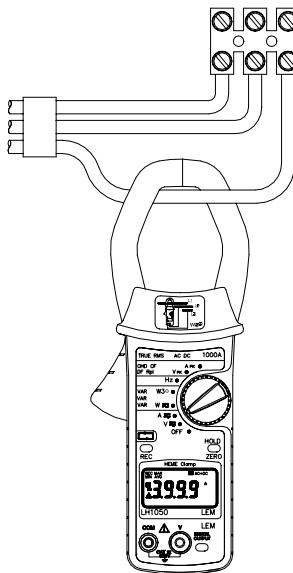

Fig. 2
- Pulsar el gatillo para abrir las mordazas e insertarlas alrededor del conductor de corriente tal como se muestra en la Fig. 2
- pulsar el gatillo para abrir las mordazas e insertarlas alrededor del conductor de corriente tal como se muestra en la Fig. 2
- Para medir la frecuencia de la corriente, pulsar el gatillo para abrir las mordazas e insertarlas alrededor del conductor de corriente, tal como se muestra en la Fig. 2, y lea la visualización.